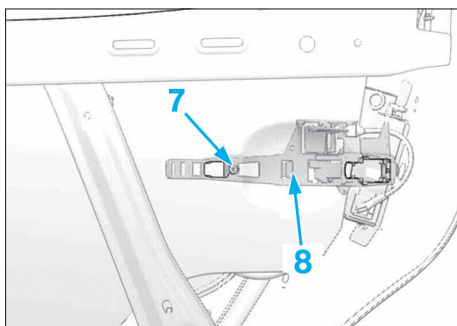

FIG. 68
- A l'intérieur de la porte, déposer la vis (7) de l'étrier (8) (Fig.68).